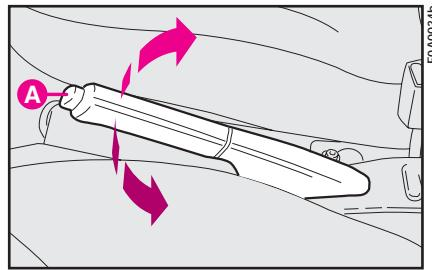

рис. 1
- 1) Слегка потяните рычаг и нажмите кнопку A (рис. 1).
- 2) Удерживая кнопку нажатой, опустите рычаг. Контрольная лампа (1) выключится.